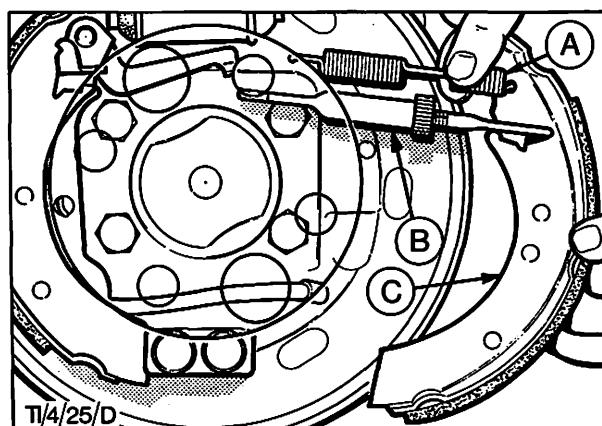

Abb. 48 Rückzugfeder an der vorderen Bremsbacke aushängen
2. Rückzugfeder A, Abb. 48, von der Schwinghebel-sicherung an der hinteren Bremse aushängen. Vordere Bremsbacke C sowie Druckstange B und Rückzugfeder abbauen.